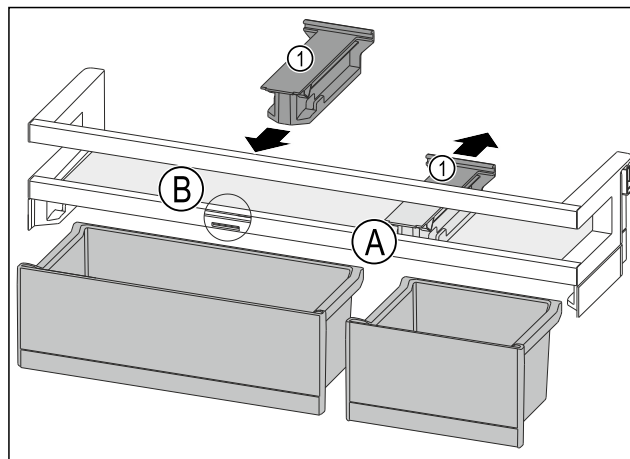

Fig. 152
- Trekk av holdedelen Fig. 152 (1) i posisjon Fig. 152 (A) bakover.
- Sett inn holdedelen Fig. 152 (1) i posisjon Fig. 152 (B).